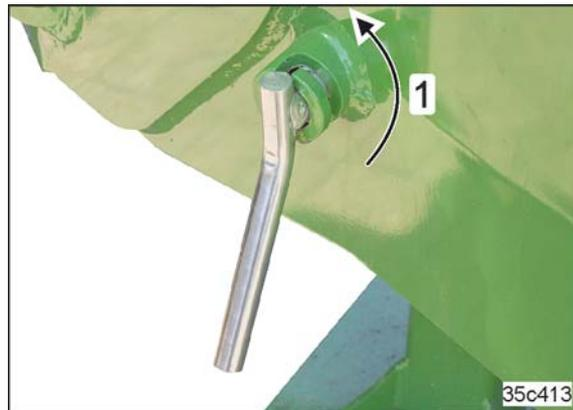

Fig. 110
- 13.1 Den gesicherten Bolzen (Fig. 110/1) um 180° verdrehen, bis die Spannhülse (siehe Fig. 111/1) freikommt.
16. Den Bolzen durch Verdrehen sichern (siehe Fig. 110).